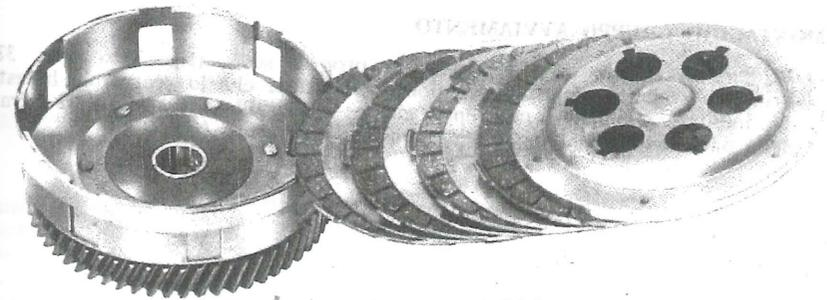

Fig. 38 - Serie dischi frizione
- Rimettere i dischi frizione nell'esatto ordine (fig. 38).